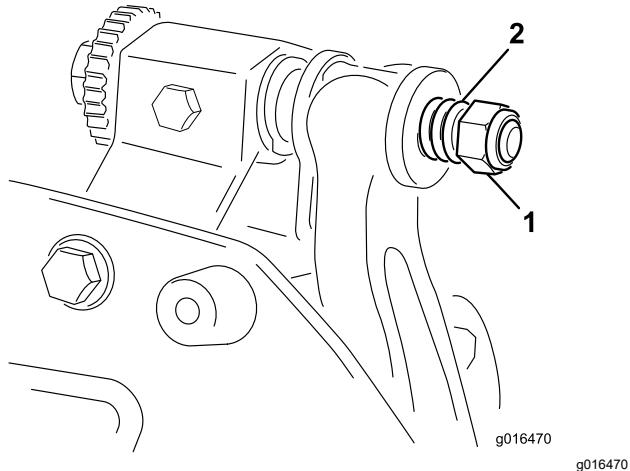

Bild 26
- Ziehen Sie die Federspannungsmutter an, bis die Feder zusammengedrückt ist, drehen Sie sie dann eine 1/2 Umdrehung heraus (Bild 26).